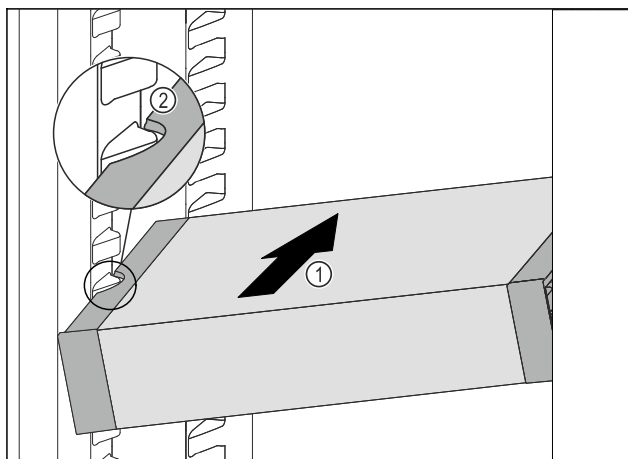

Fig. 87
- ▶ Skub VarioSafe skråt ind i kølesektionen, Fig. 87 (1) indtil udsparingerne i siden Fig. 87 (2) på VarioSafe er på niveau med beholderribben i kølesektionen.